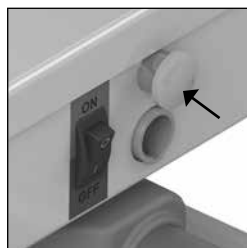

Abbildung 9 Arretierungsknopf.
- Schließen Sie den Lader an die Dusch- / Ankleideliege an (Siehe Abbildung 9).
Der Arretierungsknopf befindet sich in der Mitte des Rahmens. Nach dem Aktivieren des Arretierungsknopfes funktioniert keine einzige elektrische Bedienung mehr. Um die Arretierung aufzuheben, drehen Sie den Arretierungsknopf eine Viertel-drehung nach rechts *(Siehe Abbildung 9)*.